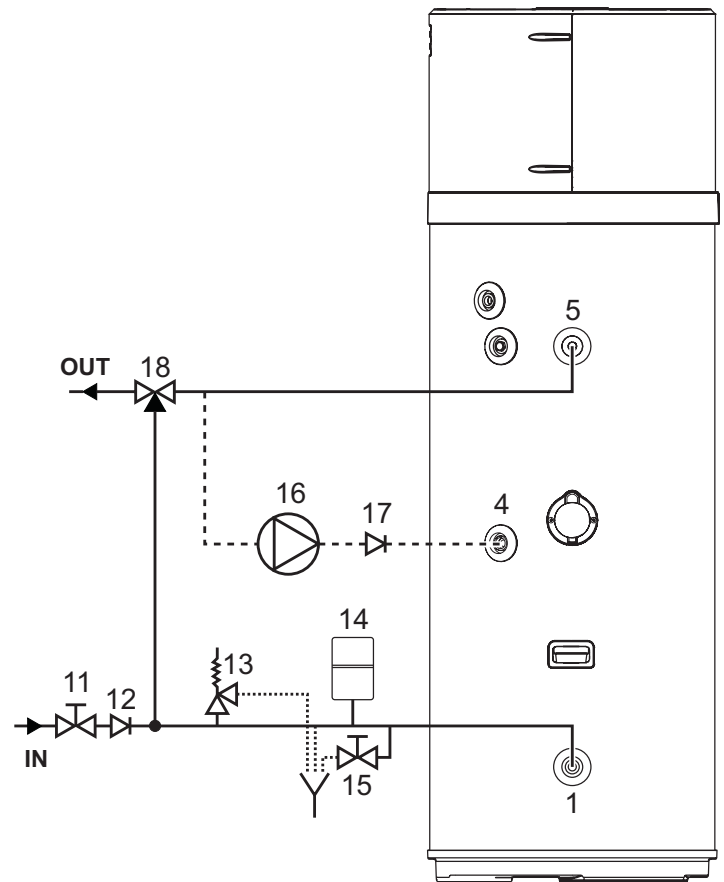

fig. 16 - Esempio impianto idrico
La figura che segue (fig. 16) illustra un esempio di collegamento idraulico.
### Legenda (fig. 16)
**! ATTENZIONE!** La pompa di calore per la produzione di acqua calda sanitaria è in grado di riscaldare l'acqua ad oltre 60°C. Per questo motivo, a protezione delle ustioni, è necessario installare un dispositivo termostatico di miscelazione automatico nella tubazione acqua calda (fig. 16).